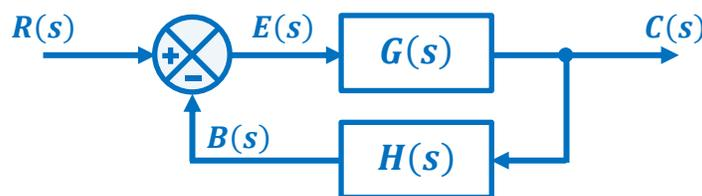

Figura 7.1. Sistema de lazo cerrado.
Muchos sistemas realimentados que no tienen un controlador, como el mostrado en la figura 7.1, usualmente tienen una variación con respecto al eje de referencia la cual es llamada *error en estado estable* ( $e_{ee}$ ), éste es una medida de la exactitud de un sistema de control para seguir una entrada dada, después de desaparecer la respuesta transitoria, y es provocado por la incapacidad del sistema de seguir determinados tipos de entradas.
1. Para el circuito mostrado en la figura 7.2 polarice los amplificadores con  $\pm 10\text{V}_{\text{CD}}$  en las terminales correspondientes. Este circuito representa un sistema de segundo orden en lazo cerrado similar al de la figura 7.1.